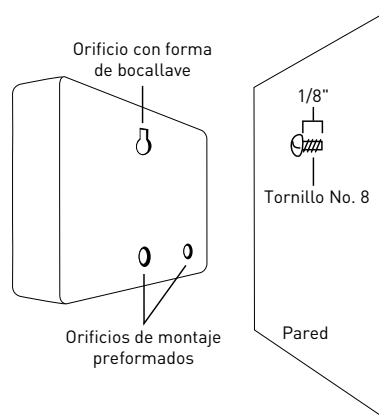

Figura 2: Cuelgue el temporizador con un tornillo en el orificio tipo cerradura.
- Deslice el temporizador sobre el tornillo sobresaliente (con la ranura con forma de cerradura en la parte posterior del temporizador). *Consulte la figura 2*
- Coloque un tornillo No. 8 a través de uno de los orificios preformados ubicados en el gabinete posterior inferior. *Consulte la figura 2*